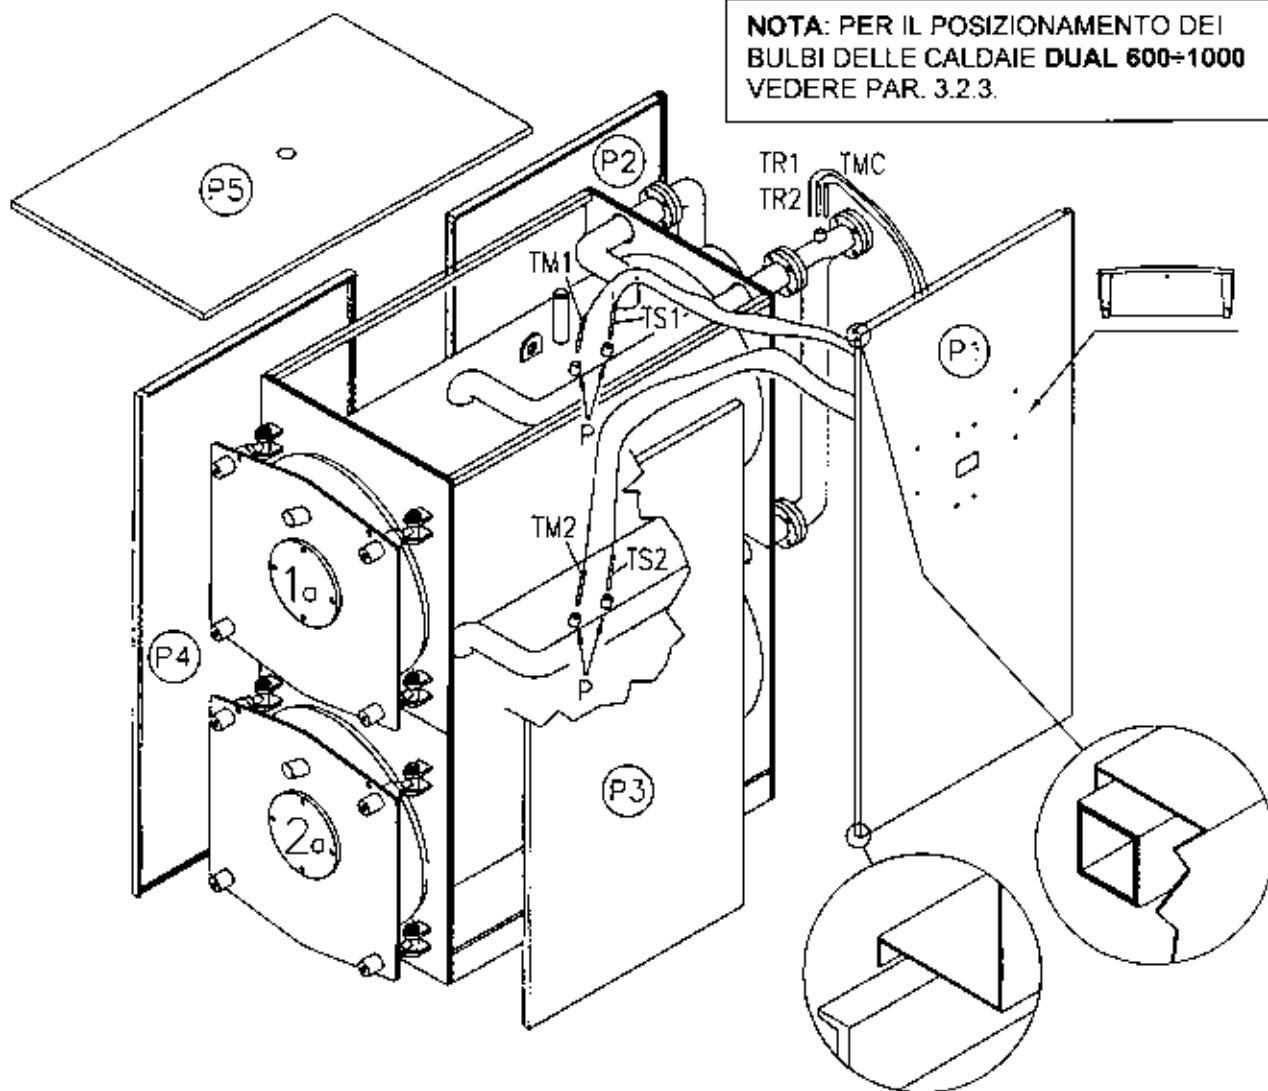

Fig. 11
4.5 RIVESTIMENTI CALDAIA DUAL (Fig. 11)
- Avvolgere la lana di vetro sui corpi caldaia lasciando in vista i pozzetti portabulbi (P) situati sul lato destro.